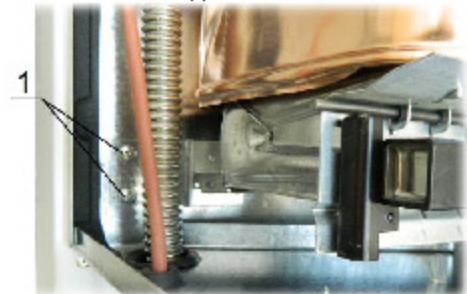

Рис. 18. Демонтаж горелки
- 4) отвернуть четыре самореза 1 (см. Рис. 18) крепления горелки к задней стенке котла (по два с каждой стороны) и снять горелку.